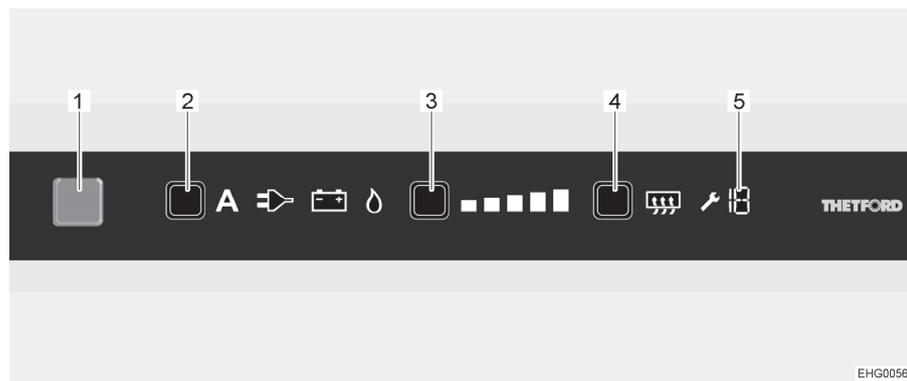

Fig. 133 Boutons de commande
Lorsque le réfrigérateur est mis en marche, il choisit automatiquement la dernière température du thermostat sélectionnée. Ce réglage peut cependant être corrigé manuellement à l'aide de la touche de degré de réfrigération (Fig. 133,3). Les barres lumineuses de l'affichage du degré de réfrigération indiquent le réglage sélectionné sur le thermostat. La température de réfrigération des trois types d'énergie se règle avec la touche de degré de réfrigération. Il faudra attendre quelques heures jusqu'à ce que le réfrigérateur ait atteint sa température normale de réfrigération. Il garde toutefois son réglage de température lorsqu'on change d'un mode à un autre. La température de réfrigération est maintenue indépendamment du type d'énergie choisi.
- Appuyer sur la touche Marche/Arrêt (Fig. 133,1) pendant 1 seconde. La touche s'allume en bleu. L'affichage devient plus sombre pour des raisons d'économie d'énergie au bout d'env. 10 secondes.
- Appuyer plusieurs fois sur la touche de sélection de source d'énergie (Fig. 133,2) jusqu'à ce que la source d'énergie désirée soit sélectionnée. Pour le régime au gaz : L'arrivée de gaz est ouverte. L'allumage s'effectue de manière automatique. Un tic-tac est distinctement perceptible jusqu'à ce que la procédure d'allumage soit effectuée avec succès.
- Appuyer plusieurs fois sur la touche de degré de réfrigération (Fig. 133,3) jusqu'à ce que le degré de réfrigération désiré soit sélectionné. Le degré actuel de réfrigération est indiqué par barres lumineuses.
- Appuyer sur la touche Marche/Arrêt (Fig. 133,1) pendant env. 2 secondes. Toutes les lampes s'éteignent. Le réfrigérateur est coupé.